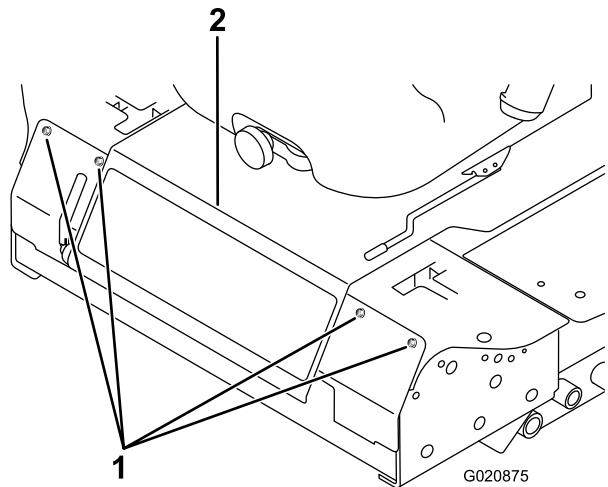

図 82
3. 前パネルを止めているボルトを外して前パネルを外す(図 82)。